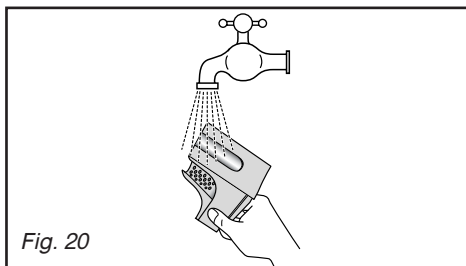

Fig. 20
– rincez-le sous le robinet (Fig. 20)